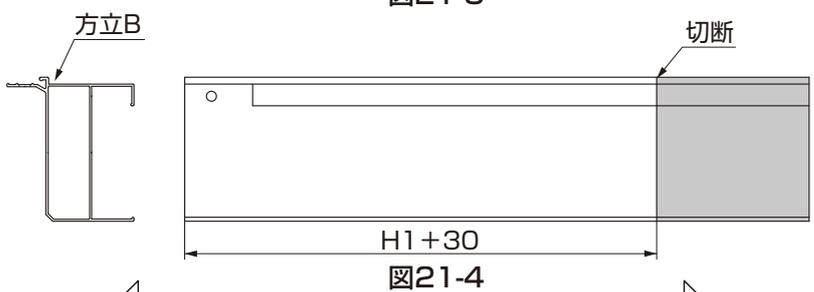

図21-4
- パネル用方立Bは図21-4の加工を行なった後、図21-5の加工をしてください。
(2) 方立取付金具Aの取付け